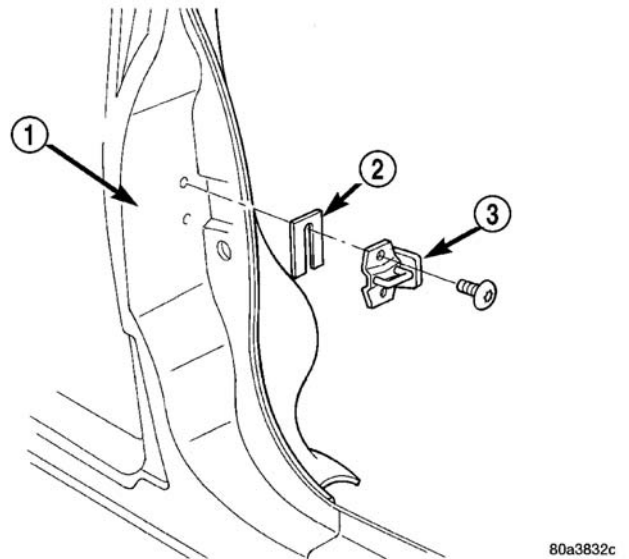

图 11 车门锁门碰舌
(1) 在 B 柱上做车门锁碰舌的标线，以利安装。
(2) 拆卸将车门锁碰舌固定到 B 柱的螺钉（图 11）。
(3) 将车门锁碰舌从车上拆下。
(4) 拾回任何车门锁碰舌与 B 柱间的填隙片。